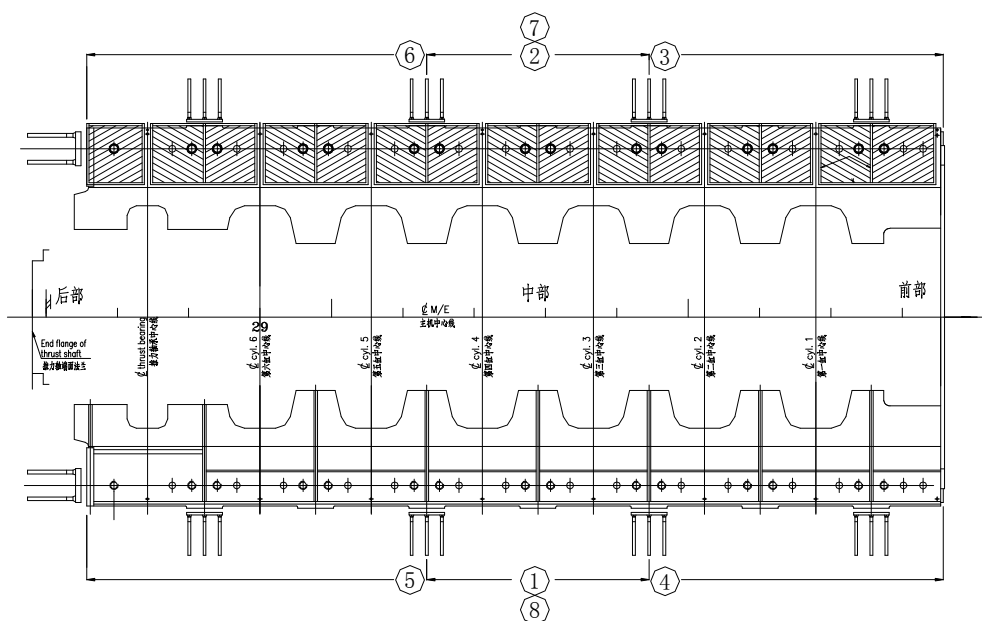

图2 底脚螺栓拧紧
- d) 分两步紧固（如图2）：
将机座分隔为三个相等的部分：前部、中部和后部，按照图 2 编号和箭头的方向顺序拧紧螺栓，拧紧顺序：